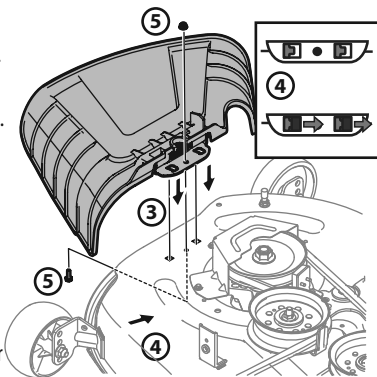

Figura 11
3. Ubique el deflector del canal en la plataforma, asegúrese de insertar las lengüetas de dicho deflector en los orificios de la plataforma. Consulte la Figura 11.
4. Deslice el deflector del canal hacia la parte posterior del tractor hasta que el orificio del perno que está en el deflector del canal quede alineado con el orificio de la plataforma. Consulte la Figura 11.
5. Sujete el deflector del canal en su lugar con la tuerca de seguridad con brida y el tornillo hexagonal que se extrajeron en el paso dos. Ajuste hasta 102-124 pulgadas-libras (11.5-14 N-m). Consulte la Figura 11. Pase a "Ajuste de las Ruedas de la Plataforma".